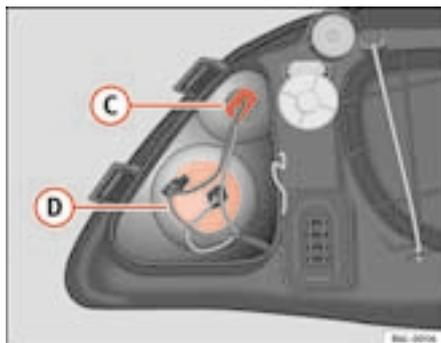

Fig. 152 Luz intermitente
- Rode para a esquerda o porta-lâmpadas e retire-o do seu alojamento ⇒ fig. 152 ②.